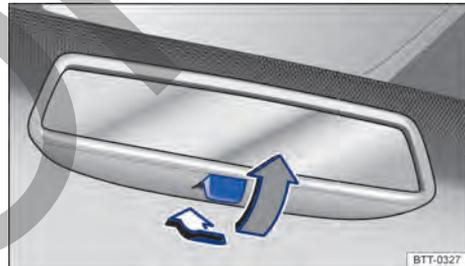

Fig. 80 En el parabrisas: espejo retrovisor interior antideslumbrante manual.
- Posición de noche: tirar de la palanca → fig. 80 (flecha gris), para evitar el deslumbramiento de los faros de los vehículos que circulan detrás.